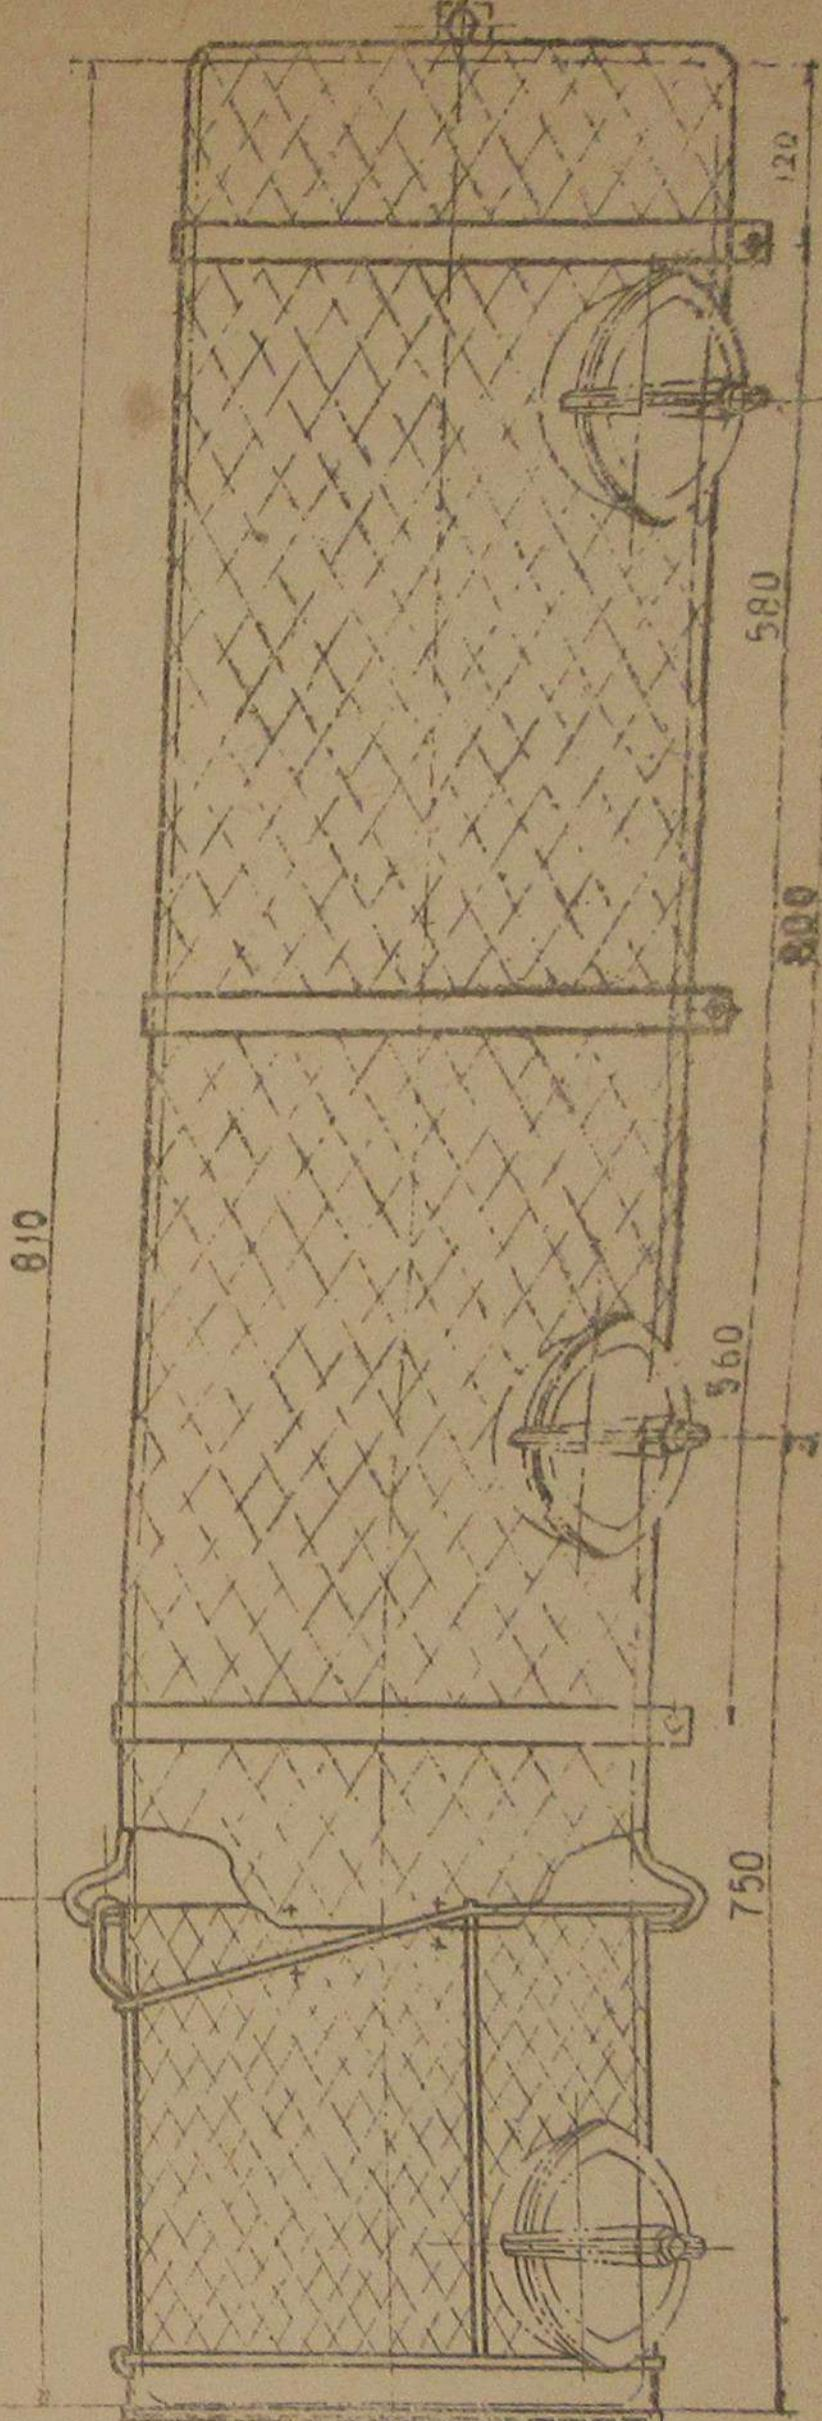

Рис. 15.
3. Теплый капот на верхнюю и нижнюю часть вертикального очистителя, металлический предохранительный кожух на нижнюю часть капота и три стяжных металлических пояса верхнего капота (рис. 15).
лический предохранительный кожух на нижнюю часть капота и три стяжных металлических пояса верхнего капота (рис. 15).